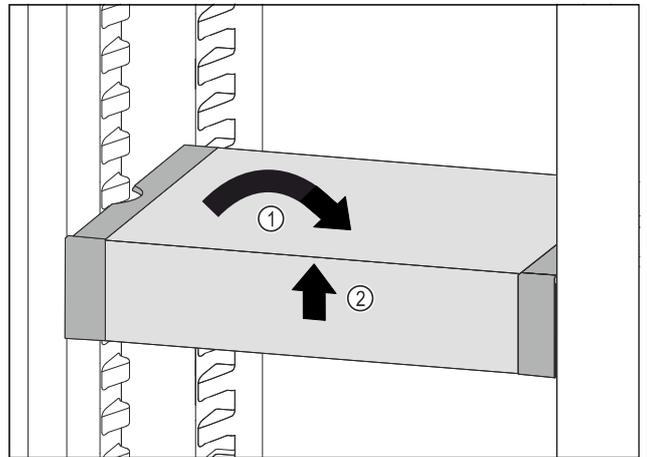

Fig. 53
- ▶ VarioSafe gerade stellen. Fig. 53 (1)
- ▶ VarioSafe vorne anheben. Fig. 53 (2)